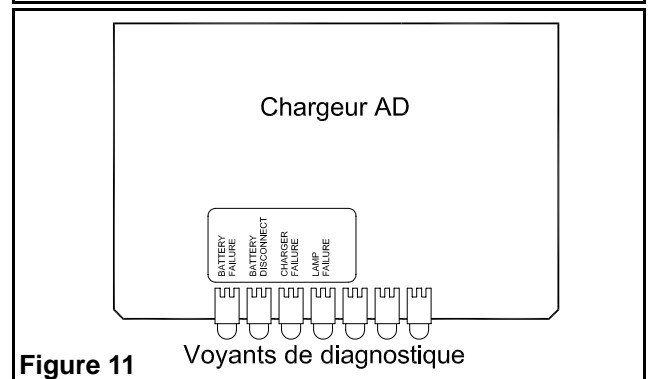

Figure 11
**Indicateurs internes :** Alarme de batterie, Batterie déconnectée, Alarme de chargeur et Alarme de lampes. Lampe témoin allumé en permanence si une condition d'alarme existe (voir figure 11).